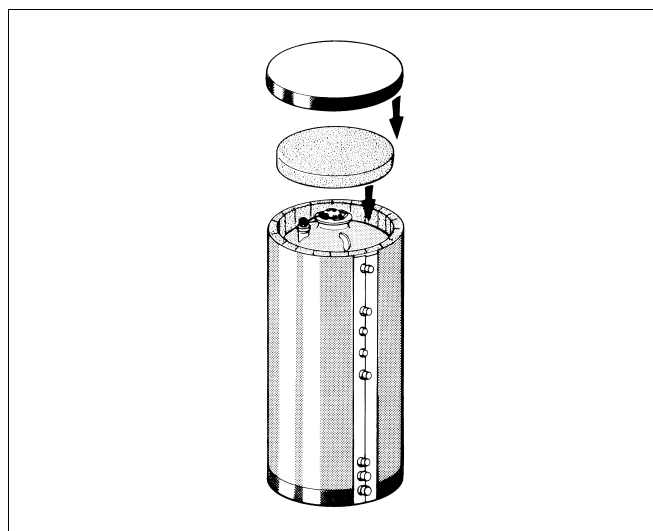

Fig. 12 Montage isolation thermique
Avant de fermer le matelas isolant, les conduites des sondes doivent être posées soigneusement à l'extérieur du préparateur. La température idéale pour le montage du matelas isolant est d'env. +15° C. Il sera plus facile d'assembler les deux bouts du matelas isolant en tapant légèrement dessus en direction des extrémités (fig. 12).
- Poser la plaque isolante supérieure sur le couvercle de manière à ce qu'elle ferme bien avec le matelas isolant (fig. 12).
- Emboîter le capot du préparateur (matière synthétique) sur la plaque isolante et le bord du matelas isolant (fig. 12).
- Retirer le capot du préparateur (fig. 12).
- Retirer la plaque isolante (fig. 12).
- Remettre le capot du préparateur en place (fig. 12).